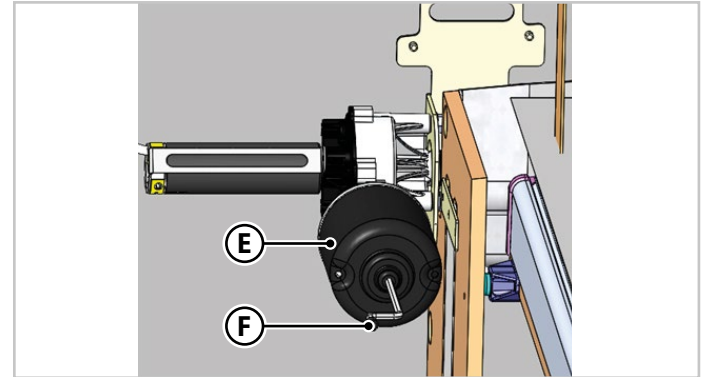

Abb.6.17 - Elektrische Bettentriegelung Typ B
2. Stecken Sie am unteren Teil des Motors (**E** - Abb.6.17) den Inbuschlüssel (**F** - Abb.6.17) in den speziellen Sitz für die manuelle Betätigung.